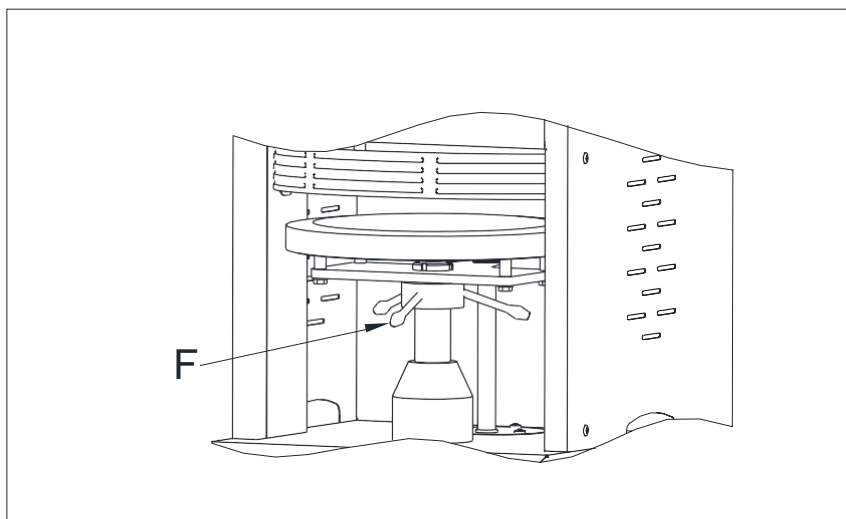

Рис. 4.1
При поставке машина настроена на среднюю толщину (около 1 мм) теста. Вы можете настроить другую толщину теста в зависимости от ваших потребностей поворотом регулятора (F) (рис. 4.1).